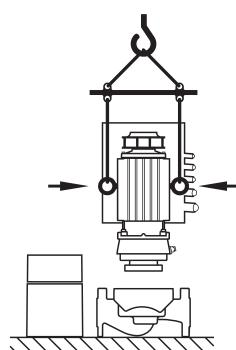

Fig. 25: Transport utičnog sklopa
- Ako su transportne ušice premeštene ili treba da se premeste sa prirubnice motora i montiraju na kućište motora, onda smeju da se koriste isključivo za nošenje, odnosno transport utičnog sklopa (Fig. 25), ali ne i za transport cele pumpe, niti za odvajanje utičnog sklopa iz kućišta pumpe (prilikom demontaže i sledeće montaže treba voditi računa o odstojniku).